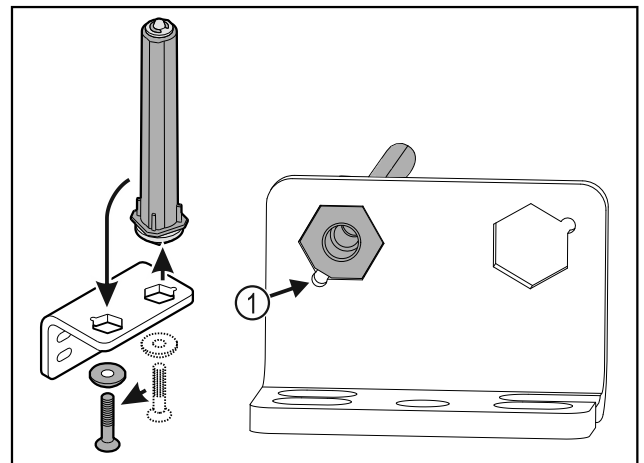

Fig. 40
- ▶ Звертати увагу на те, щоб при вставці нахил пальця Fig. 40 (1) показував на круглий отвір.